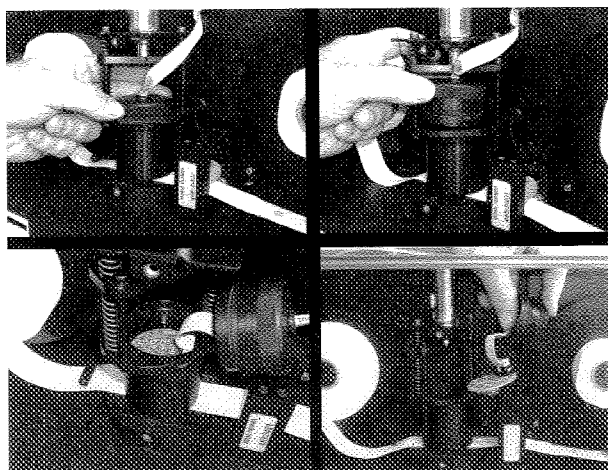

图 3-14 分解光学测量腔室操作之二
4)取下光学测量腔室的保护罩。轻轻拧开光学测量腔室的顶盖,取出其中光源部件,参见图 3-14。取出光源部件后放置在干净的地方,或者用镜头纸简单包裹,放在一边。
5)取下连接在光学测量腔室光筒后侧进气管的硅胶管。抬起压紧连杆,轻轻取出光筒。取出光筒时,注意保护光筒的“O”形密封圈,见图 3-14。